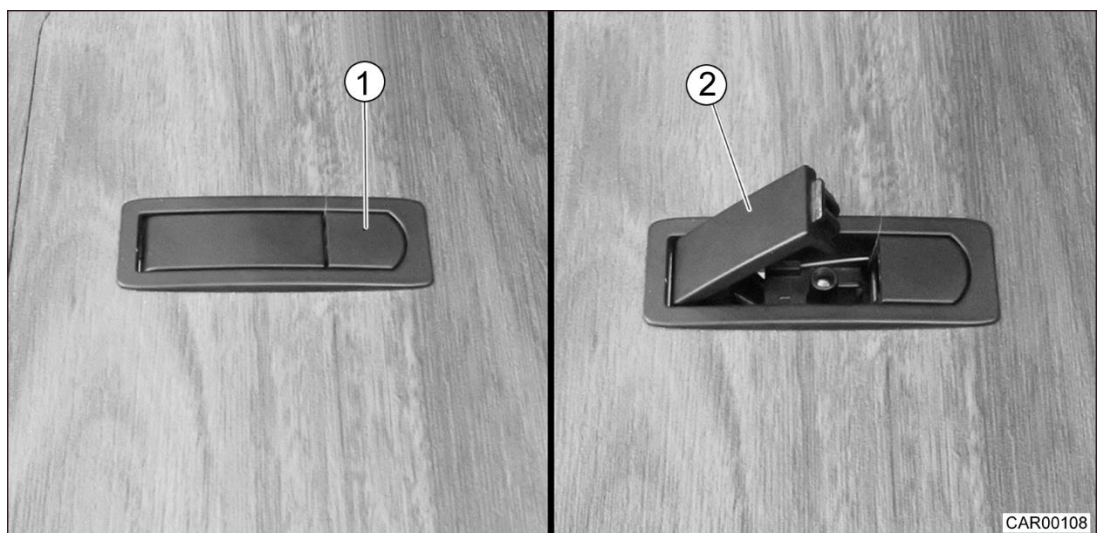

Fig. 103 Fermeture à levier du rangement profondément décaissé
1. Appuyer sur le bouton de déverrouillage (Fig. 103/1). Le levier à poignée (Fig. 103/2) s'ouvre.
1. Fermer la trappe et enfoncer le levier à poignée (Fig. 103/2) avec la main ou le pied jusqu'à ce qu'il encliquette.